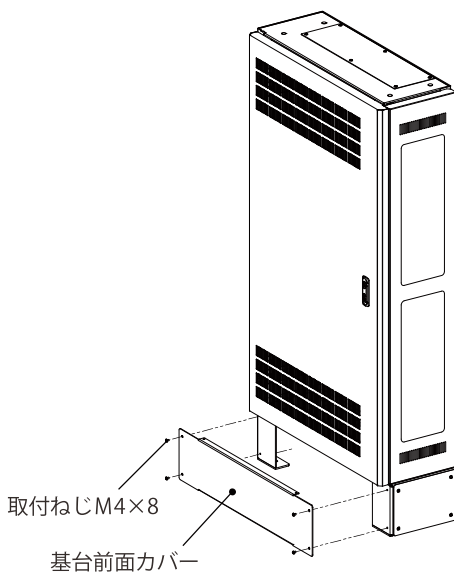

図 3
1. 基台前面カバーの取付ねじ M4×8 (4 か所) を取り外してください。(図 3)